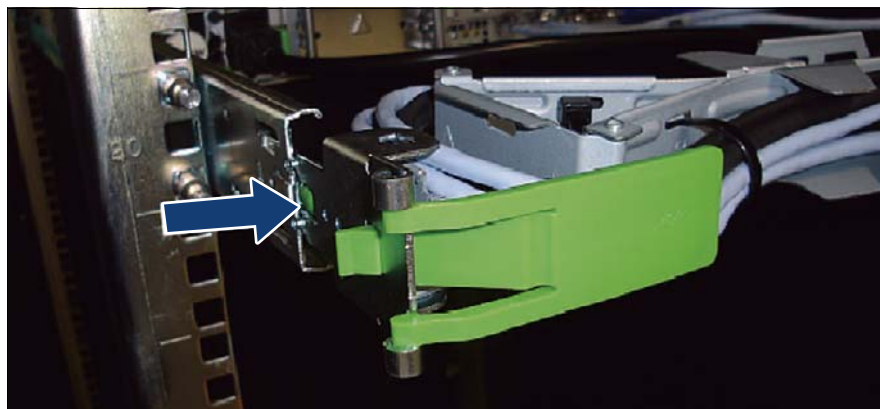

図 26: CMA ストップのロック解除
- ▶ ロックスプリングを内側に押して、CMA ストッパのロックを解除します（図 26 を参照）。